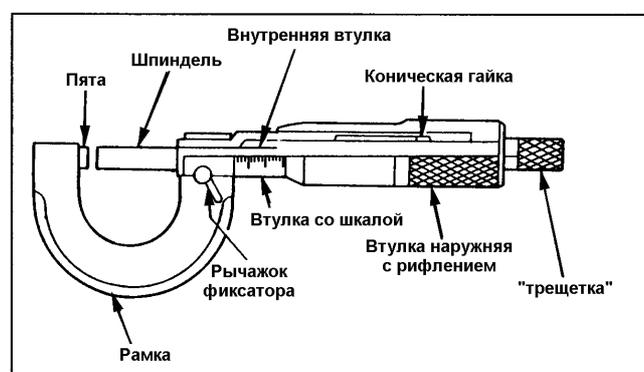

Рис. 4.
- (4) Микрометр используется для измерения наружного диаметра вала (рис. 4).